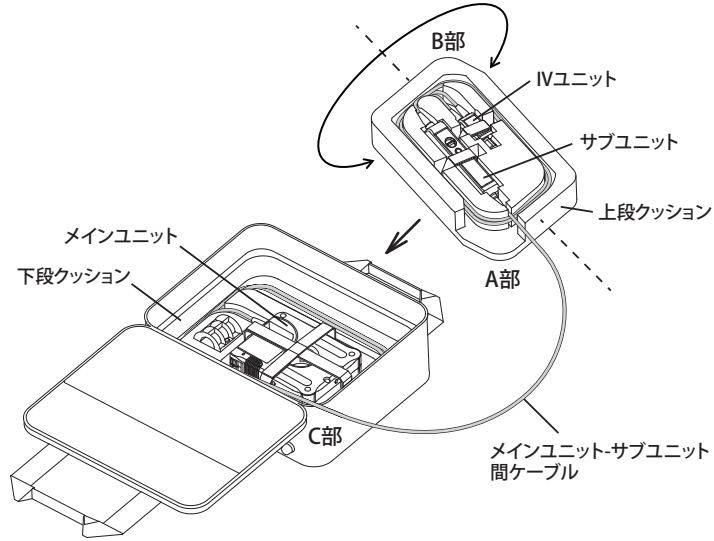

図1 キャリングケースへの収納
8. 上段クッションの「A部またはB部 (図1参照)」とキャリングケースの「C部 (図1参照)」が揃うように、下段クッションの上に上段クッションをのせる。また、上段クッションとメインユニットの上面の間に、ケーブルを挟んでいないことを確認する。